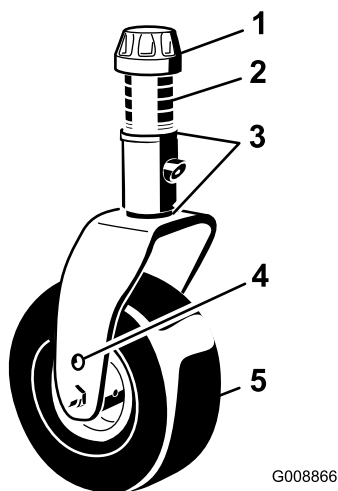

Рисунок 7
Поместите оси поворотных колес в одинаковые отверстия в обеих вилках поворотных колес. Для определения правильных отверстий в зависимости от настройки высоты см. Рисунок 7 и Рисунок 8.
- Снимите колпачковую гайку с вала шпинделя (Рисунок 7) и извлеките шпиндель из рычага поворотного колеса. Установите на вал шпинделя две регулировочные прокладки таким же образом, как они были установлены первоначально. Эти регулировочные
- Наденьте на вал шпинделя необходимое количество проставок для получения требуемой высоты скашивания (Рисунок 7).